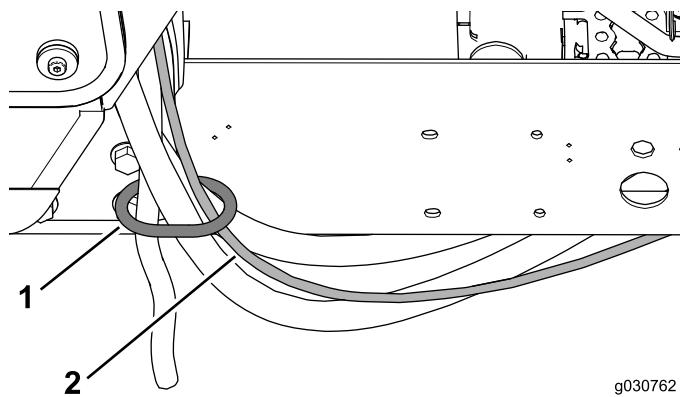

Рисунок 41
- Проложите шланг омывателя, продев его через кольцо для шлангов на заднем креплении кабины (Рисунок 41).